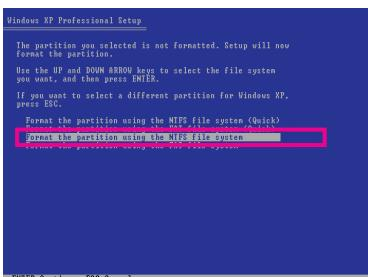

図 3
- ファイルシステムを選択し(例えば、NTFS)、オペレーティングシステムのインストールを開始します(図 3)。